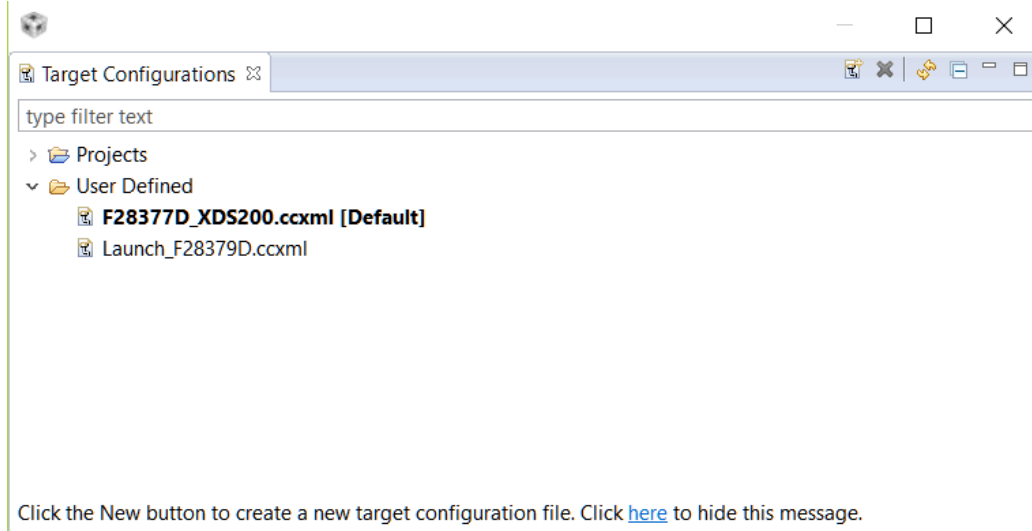
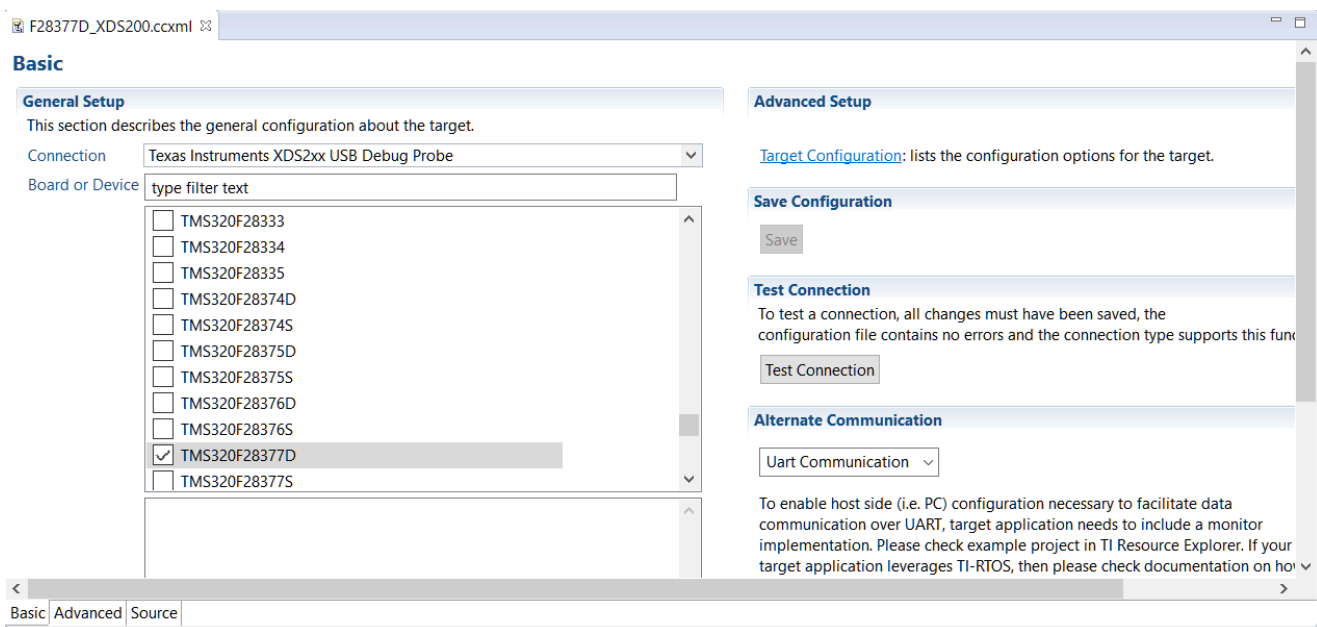

图 5-2. 目标配置视图
图 5-3. 测试连接
9. **检查目标配置**：目标配置文件 (.ccxml) 包含连接到目标器件和在用 JTAG 调试探针所需的信息。要查看当前目标配置，请在 CCS 的“View”选项卡下选择“Target Configurations” (图 5-2)。双击与要调试的目标对应的 .ccxml。如果正确安装了调试探针的驱动程序并且选择了正确的选项，则“Test Connections”按钮 (图 5-3) 应该可供使用并准备好执行。此测试的数据日志可以帮助查明连接问题的原因，请勿跳过此步骤。请注意，许多示例工程作为 C2000Ware 或 controlSUITE 的一部分进行安装，它们具有一个“target configs”文件夹。这个文件夹中包含一个 .ccxml 文件，该文件是基于默认 EVM 和调试器的假设预先创建的。当使用“Debug”图标启动调试会话时，会使用此文件。如果“Debug”按钮是启动调试会话所需的方法，则需要修改“target configs”中的 .ccxml。